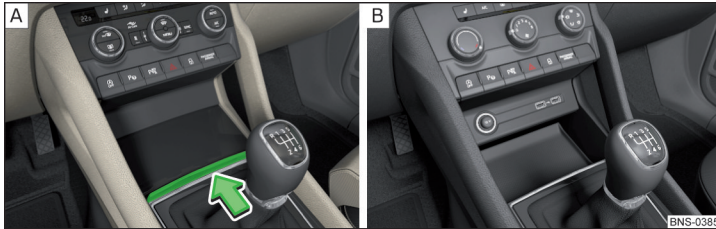

Abb. 109 Ablagefach öffnen / Nicht abschließbares Ablagefach
- Zum **Öffnen** auf die Leiste in Pfeilrichtung drücken » Abb. 109 - [A].
» Abb. 109 - [B].